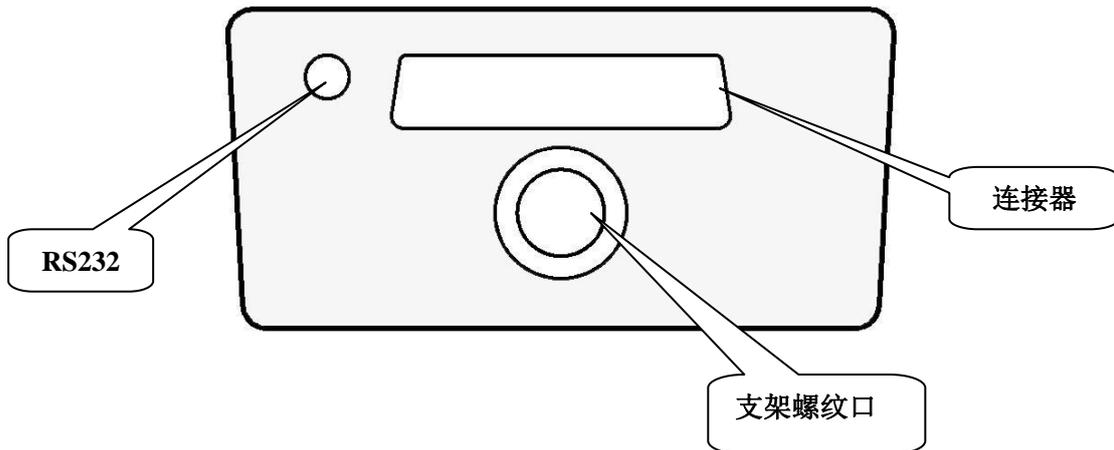

图 2 主机底部
- λ 在主页面选择测量页面,在该页面可根据已设置好的显示模式、采样时间等进行测试,并能储存当前数据。它的示例如图 2 所示: